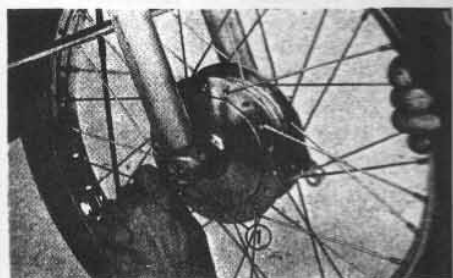

Fig. 66 Demonteren van voorwiel
- 4) Draai de voorwielasmoer los, trek de as uit de naaf en neem het wiel uit de vork. (Fig. 66)